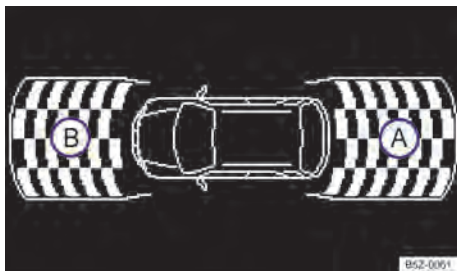

Fig. 91 Exibição do display do controle de distância de estacionamento traseiro no rádio (não disponível para algumas versões).
Dependendo da versão do veículo, será exibido no display do rádio (não disponível para algumas versões) → Fig. 91 a área examinada pelos sensores de ultrassom na parte traseira (A) do veículo. Possíveis obstáculos são exibidos tomando o veículo como ponto de referência → ▲.